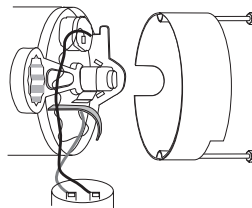

Figura 16 – Sostenga el Eje
2. Si debe reemplazar el impulsor, afloje dos tornillos sin tuercas y retire el deflector del motor (véase la Figura 16). Si el motor tiene un capacitor, vaya al paso 3. De lo contrario, vaya al paso 6.
⚠ ADVERTENCIA *El voltaje del capacitor puede ser peligroso. Para descargar el capacitor, sujete un destornillador con mango aislado por el mango y cortocircuitee los terminales del capacitor (véase la Figura 16). No toque la parte metálica del destornillador ni los terminales del capacitor. Si tiene dudas, consulte a un electricista calificado.*